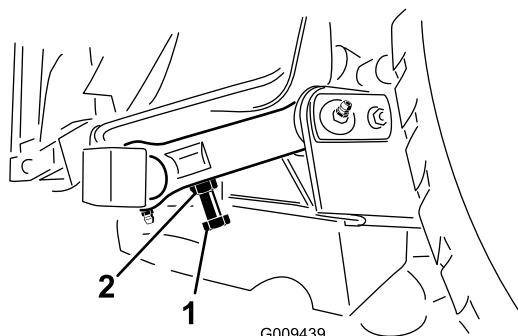

Figura 28
3. Para ajustar la distancia, localice el perno de ajuste del acoplamiento basculante trasero de la carcasa de corte (Figura 28).